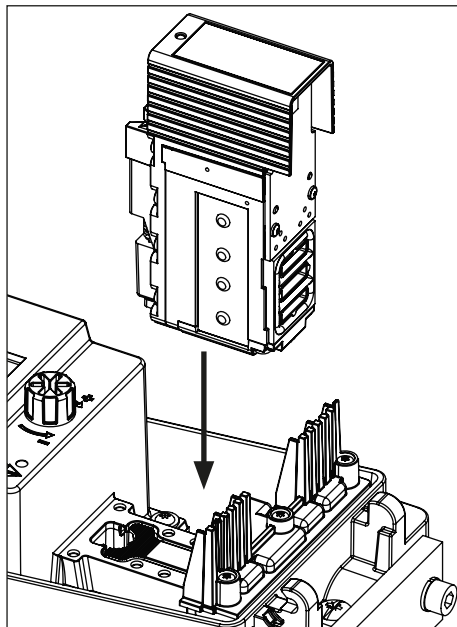

Fig. 28: Inserir/substituir o módulo pneumático
4. Insira o módulo como ilustrado na Fig. 28. Pressione o módulo na direção do visor e insira-o ao longo da cunha.